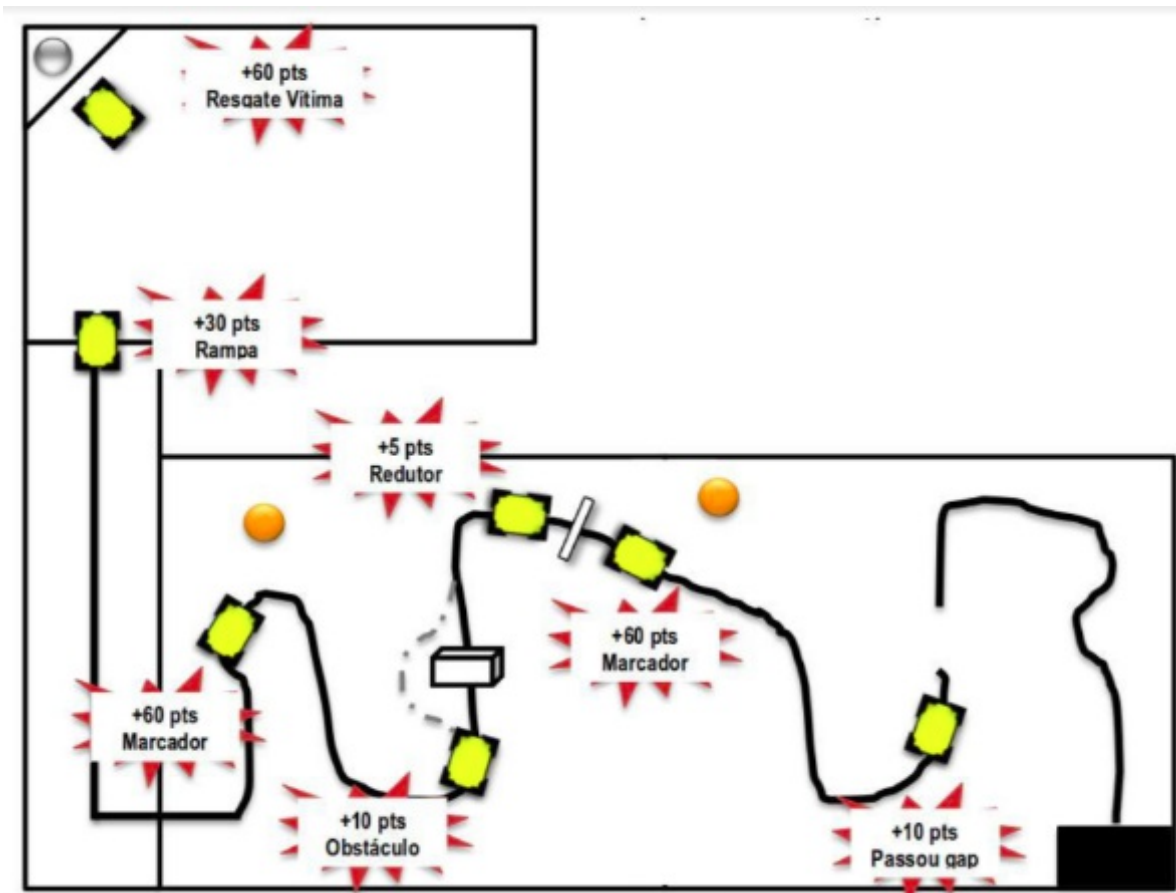

Figura 15 - Exemplos de pontuação (1ª tentativa) de uma rodada.
14.1 Pode existir uma única passagem na área de percurso. A passagem será construída de três pedaços de madeira (ou outro material similar) fixados um ao outro com um vão livre interno de 25 cm de lado e 25 cm altura para que o robô possa atravessá-la, como demonstrado na Figura 15. A passagem estará fixa na arena e pintada de laranja e só poderá ser posicionada em uma linha reta no caminho do robô.
Neste caso, será automaticamente declarado FIM DE RODADA, salvando-se a pontuação obtida até a sala de resgate e com o tempo de 5 minutos – 300 segundos. Exemplos de contagem de pontos podem ser vistos na Figura 15.